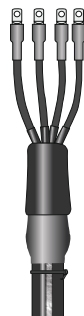

Рисунок 14
4.29 Монтаж муфты закончен (рисунок 14).